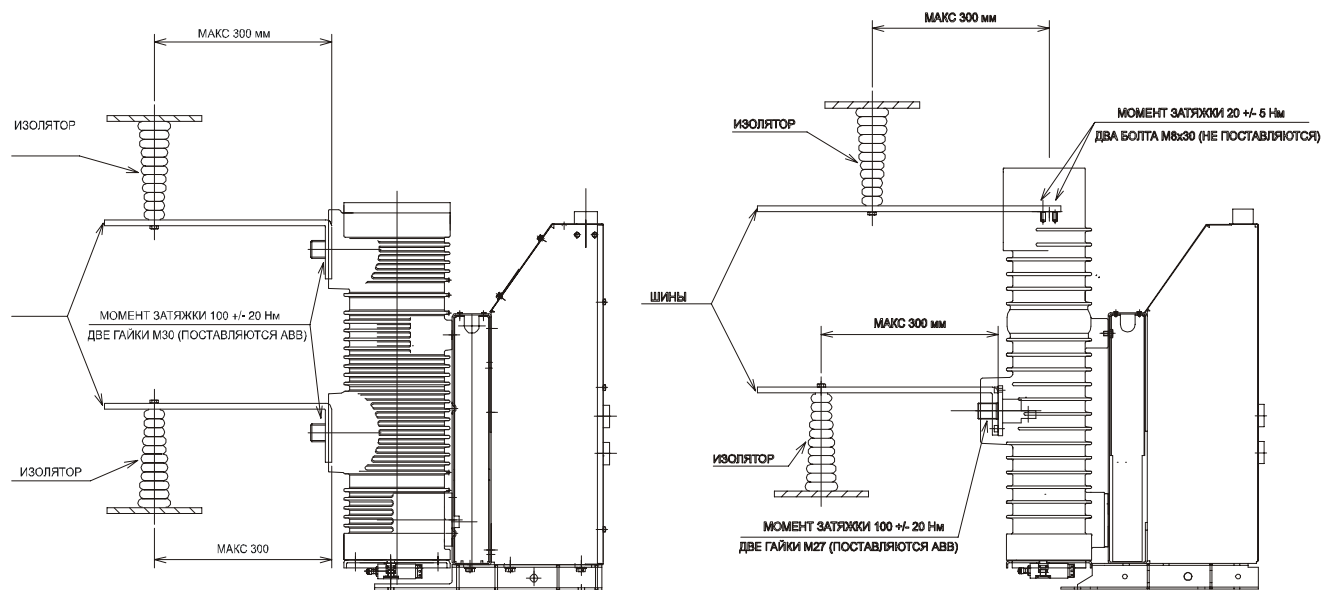

Рис. 5 Монтаж стационарного выключателя
- Вблизи выводов стационарных выключателей или шкафов следует располагать опорные изоляторы, параметры которых должны соответствовать электродинамическим нагрузкам, возникающим от тока КЗ данной установки (см. рис. 5).